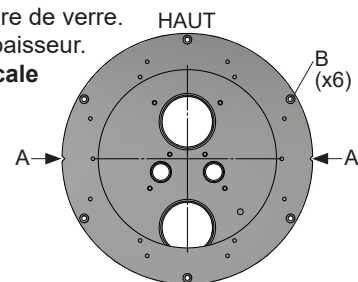

Figure. 1
1. Percez un trou de 0258 mm dans la paroi de la piscine. Orientez la niche selon la fig. 1, utilisez-la comme modèle pour six trous 05 (voir B fig. 1).
3. Appliquez une couche uniforme de silicone d'environ 2 mm d'épaisseur autour du trou et de ce côté du joint (pos. 17) qui devra être placé contre la paroi de la piscine. Appliquez également du silicone sur les trous percés. Placez la niche dans la paroi de la piscine avec le joint entre l'arrière de la bride de niche et la paroi de la piscine. Vissez la niche avec les vis fournies (pos. 2) dans l'anneau d'appui (pos. 16) placé contre l'extérieur de la paroi de la piscine.
4. Vissez la bague de serrage (pos. 7) sur la niche (les joints fournis avec le kit de base pour le montage dans la paroi mince de la piscine peuvent être laissés de côté ici), avec 5 Nm de couple de serrage. Les vis doivent être lubrifiées.
5. Installez la grille d'aspiration (pos. 9) et la partie avant en acier inoxydable. (Ces vis doivent être lubrifiées.)
1. Percez des trous dans la paroi/le moule de la piscine et fixez la niche, voir fig. 1.